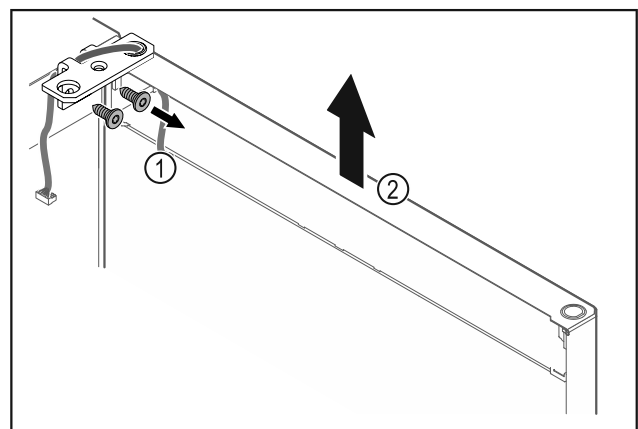

Fig. 24
- ▶ Scharnierhoek Fig. 24 (1) losschroeven.
- ▶ Deur inclusief scharnierhoek Fig. 24 (2) circa 200 mm recht omhoog tillen en verwijderen.